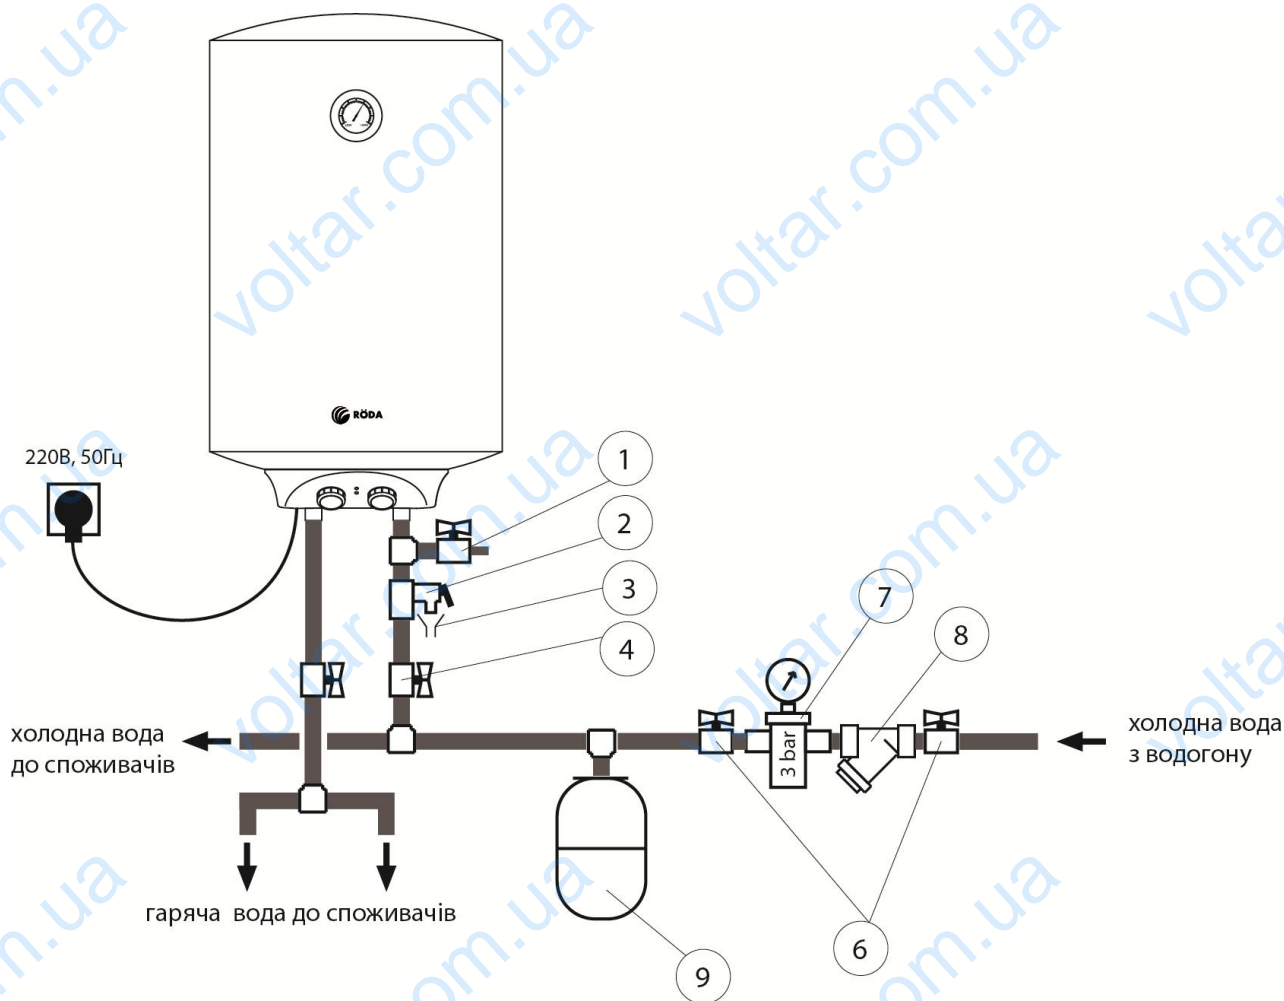

Рис.4 – Схема підключення до водогону.
До патрубку викиду води з запобіжного клапану слід підключити гнучку трубку та вивести її до каналізації. При перевищенні максимального робочого тиску води в водонагрівачі, запобіжний клапан відкриється та зілле деяку кількість води в каналізацію. При цьому тиск у водонагрівачеві зменшиться. Запобіжний клапан захистить ваш водонагрівач від виходу із ладу при перевищенні тиску. Запобіжний клапан також виконує функцію зворотнього клапану, він не дозволяє воді з приладу витікати в мережу холодного водопостачання. Тому встановлювати запобіжний клапан потрібно тільки на вході холодної води під нагрівачем, як показано на рис. 4.
Відсічні крани 4 (див рис.4) призначені для відключення водонагрівача при проведенні робіт з ремонту або технічного обслуговування.
- Запобіжний зворотній клапан слід встановлювати на вході холодної води (див. рис. 4)
- Під час нагріву води з отвору викиду води запобіжного клапана може надходити вода. Це нормальне явище. Однак, у випадку великих витоків слід зв'язатися з фахівцями з технічного обслуговування. Отвір викиду води із запобіжного клапану ні за яких обставин не повинен бути заблокований, в іншому випадку це може призвести до виходу водонагрівача з ладу. При частому спрацюванні запобіжного клапану необхідно проконтролювати тиск холодної води на вході і якщо він перевищує 6 бар встановити редуктор тиску та розширювальний бак (див рис.4).
- Для зливу води з водонагрівача краще встановити додатковий кран, як вказано на рис.4 , поз 1. Також злити воду з водонагрівача можна за допомогою зворотнього запобіжного клапана, перекривши при цьому подачу холодної води у водонагрівач, відкривши дренажну ручку на запобіжному клапані. При цьому злив води з водонагрівача повинен здійснюватися через дренажний отвір у клапані в систему відводу каналізації (при зливі води відкрийте на змішувачі кран гарячої води для впуску повітря)
- Відкрити кран зливу води з водонагрівача (поз 1 на рис.4) або відкрити запобіжний клапан та злити воду з нагрівача. Для злиття води використовуйте гумову трубку направлену в каналізацію. Кран гарячої води на змішувачі повинен бути відкритий під час зливу.